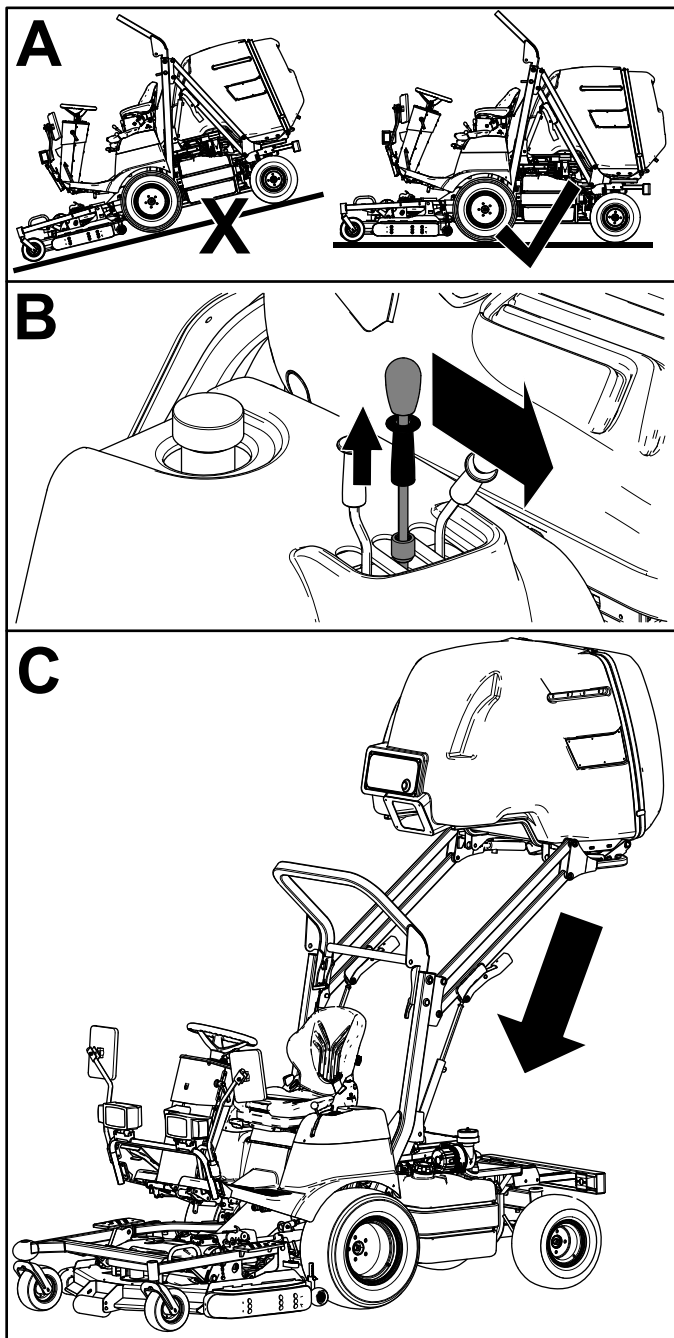

Figura 24
2. Tire hacia arriba del collarín de bloqueo en la palanca de elevación de la tolva y mueva la palanca totalmente hacia delante para bajar la tolva (Figura 24).